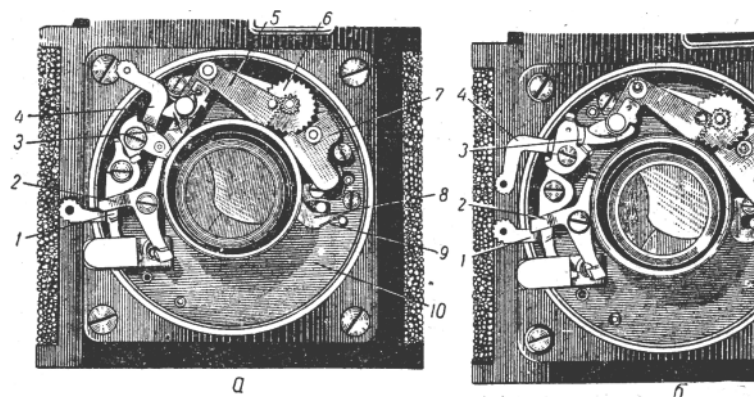
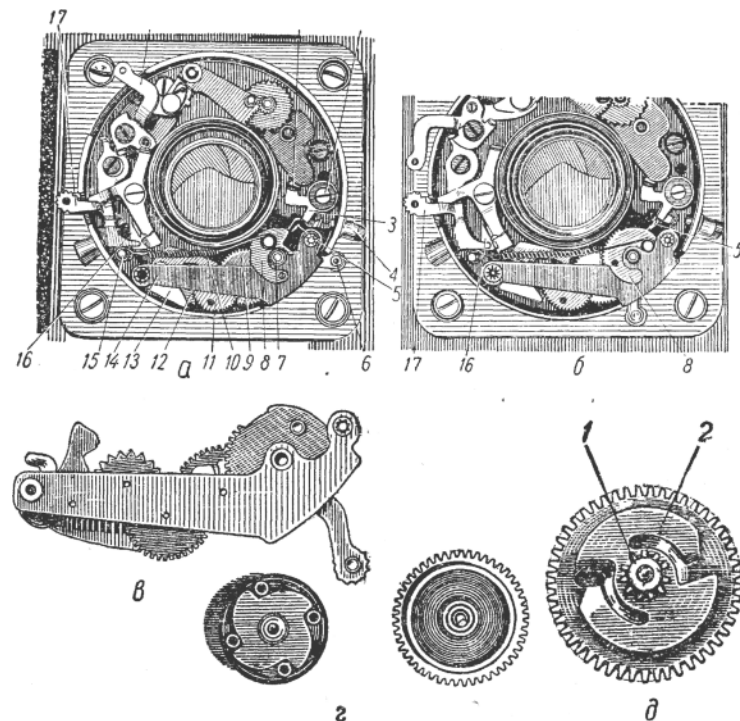

Рис. 75. Механизм затвора:
Рис. 80. Механизм затвора:
выдержек видны следующие детали затвора: спусковой рычаг / (рис. 75,а), рычаг выдержки «В» 2, заводной рычаг 4> приводной рычаг <?, механизм замедления. Все перечисленные детали смонтированы на основании 10. В отверстии основания видна часть кольца-кулисы 5, на которой укреплены лепестки затвора. Пружина 9 возвращает кольцо-кулису в исходное положение. На этом же рисунке показаны детали механизма замедления: сектор 5 и его палец, анкерное колесо 6 и анкер 7. Тормозной механизм укреплен двумя
На рис. 75,а механизм затвора изображен в незаведенном состоянии. Когда поворачивают рычаг 4 и заводят затвор, вместе с ним поворачивается приводной рычаг 3. В рычаге 3 сделана прорезь, которая захватывает высеченный усик кольца-кулисы 8 (в основании затвора 10 сделано продольное отверстие, где может перемещаться высеченный усик кольца-кулисы. На рис. 75,а он закрыт плечом сектора 5). В это же время крючок рычага 4 цепляется за отгиб рычага 1 и механизм приводится в положение «да взводе». На рис. 75,б показаны рычаги затвора в положении «на взводе».
дит в шлиц кольца-кулисы /. При небольшом повороте кольца-кулисы лепестки поворачиваются и открывают затвор. Чем скорее поворачиваются лепестки, тем короче выдержка затвора. Когда рычаг 3 (рис. 75) поворачивает кольцо-кулису и приводит ее в крайнее положение, лепестки полностью открываются, затем рычаг освобождает высеченный усик кольца-кулисы, которая под действием пружины 8 возвращается в исходное положение, и лепестки закрываются.
Выдержки затвора регулируются механизмом замедления и рычагом выдержки 2 (рис. 75,а), которые устанавливаются в нужное положение кольцом выдержек / (рис. 74).
Важной деталью механизма замедления является рычаг, установленный на секторе 5 (см. стрелку на рис. 75,а). Этот рычаг находится под действием пружины и может свободно поворачиваться только в одну сторону. Когда заводят рычаг 4, его отгиб попадает на рычаг сектора, который поворачивается и «пропускает» отгиб рычага 4; а сектор остается неподвижным. При срабатывании затвора отгиб рычага снова попадает на рычаг сектора, однако с другой стороны. В этом случае рычаг поворачивается вместе с сектором 5, который вращает анкерное колесо 6 и приводит в движение анкер 7, замедляющий движение сектора. При этом рычаг сектора задерживает движение рычагов 3 и 4, а-вместе с ними и кольца-кулисы с лепестками. Чем дольше поворачивается сектор, тем дольше открыты лепестки затвора. Следует обратить внимание на кольцо выдержек / (рис. 74). При установке необходимой выдержки кольцо 1 поворачивается и палец сектора (см. верхнюю стрелку) устанавливается на определенной ступеньке фигурного выреза кольца. Этим регулируется радиус поворота сектора, а следовательно, и время автоматических выдержек.
Выдержка «В» регулируется рычагом 2 (рис. 75,а). При срабатывании затвора поворачивается рычаг 4, его отгиб попадает на плечо рычага 2, и рычаг 4 останавливается. Это происходит в тот момент, когда лепестки полностью открыты. Когда рука освобождает спусковой рычаг У, он возвращается в исходное положение и поворачивает рычаг 2 (пружина рычага 1 сильнее пружины рычага 2). Рычаг 4 снова начинает двигаться и лепестки закрываются. Кольцо выдержек / (рис. 74) включает и выключает из работы рычаг 2. Нижняя стрелка на рис. 74 показывает отгиб рычага 2,
Неисправности затворами их устранение.,1. В ы д е р ж к а «В» не работает. Выдержка «В» не срабатывает из-за неправильной регулировки рычага 2 (рис. 75,а).
2. После нажима на рычаг спуска затвора затвор не срабатывает. Нужно проверить исправность механизма замедления. Часто из-за загрязнения и высыхания смазки плохо взаимодействуют шестерни механизма. Сектор 5 (рис. 75,а) не двигается, ограничивая тем самым движение рычага 4_у и затвор не срабатывает. Пинцетом или двумя пальцами нужно взять за палец сектора 5 и проверить, хорошо ли сектор поворачивается в обе стороны и как работает при этом анкер. При исправном механизме замедления сектор должен поворачиваться свободно, плавно и под действием пружины возвращаться в исходное положение.
4. Механизм затвора срабатывает, но лепестки не открываются. Эта неисправность вызывается тем, что рычаг 3 (рис. 75,а) при срабатывании затвора не захватывает высеченный усик кольца-кулисы 8.
5. После срабатывания затвора лепестки до конца не закрываются и между ними остается отверстие. Если кольцо-кулиса 8 (рис. 75,а) после срабатывания затвора не возвращается в исходное положение вместе с лепестками затвора, нужно проверить состояние пружины 9, которая должна возвращать ее. На рис. 75,а показано правильное положение пружины 9. Если она не возвращает кольцо-кулису в исходное положение, значит пружина слаба и ее нужно усилить, сделав больший изгиб.
6. При неоднократном повторении одной какой-либо выдержки получаются негативы разной плотности. Это происходит в том случае, когда сектор 5 (рис. 75,а) после срабатывания затвора не возвращается в исходное положение, поэтому при очередном срабатывании затвора выдержка получается меньше. Может также случиться, что пружина
Механизм замедления автоспуска (рис. 80) состоит из сектора 8 с рукояткой 6, шестерни с тормозным устройством 9, шестерни с трибом 11, анкерного колеса 12, анкера 13. Все указанные детали скреплены двумя платами 14. Механизм замедления устанавливается на оси 7, укрепленной на основании затвора.
Следует обратить внимание на конфигурацию сектора 8. Часть сектора, находящаяся против высеченного усика 5, вырезана. Усик 5 находится на кольце-кулисе 8 (рис. 75) и при срабатывании затвора передвигается вместе с ней. При работе без автоспуска, когда механизм его не заведен (см. рис. 80,а), кольцо-кулиса свободно передвигается,
так как усик 5 попадает в вырез сектора 8. Но при заведенном механизме автоспуска (см. положение на рис. 80,б) усик 5 опирается на кривую сектора 8 и не позволяет кольцу-кулисе поворачиваться. Следовательно, затвор сработать не может.
Когда нажимают на спусковой рычаг 17 (рис. 80,б) и производят спуск затвора, отгиб рычага нажимает на крючок 16, который освобождает механизм замедления, и последний начинает работать. Механизм замедления работает 8—10 сек.
Разборка механизма. Чтобы извлечь механизм автоспуска из затвора, снимают кольцевой зацеп пружины 10 (рис. 80,в) с пальца 15, а затем, нажимая левой рукой на спусковой рычаг затвора, правой снимают механизм, поворачивая его на оси 7 в обе стороны.
Механизм автоспуска не срабатывает и по другой причине. В результате применения некачественного штекера лампы-вспышки внутренний изолированный контакт штекерного гнезда 4 (рис. 80,а) проваливается внутрь затвора
2. После завода механизма автоспуска заводная рукоятка произвольно возвращается в исходное положение. Этот дефект вызывается неисправностью тормозного устройства механизма замедления. Когда заводят автоспуск, сектор 8 (рис. 80,а) свободно поворачивается, а шестерни механизма остаются неподвижными. При работе механизма он поворачивается в обратную сторону и шестерни начинают вращаться. Когда поворачивают рукоятку 6 сектора 8, заводится пружина 10 и тормозное устройство удерживает механизм автоспуска в положении «на взводе».
Тормозное устройство находится в барабане, имеющемся на шестерне 9, и состоит из диска с вырезами (рис. 80,г) и роликов, установленных в этих вырезах. Если ролики загрязняются или на них попадает масло, они перестают выполнять свои функции и после завода механизма рукоятка 6 и сектор 8 произвольно возвращаются в исходное положение. Для устранения неисправности механизм следует разобрать и почистить в бензине, а после чистки смазать только оси шестерен и анкера.
Вместо барабана с диском и роликами на шестерне 9 сделан ряд радиальных отверстий (см. рис. 80,5), а к трибу (он находится над шестерней) прикреплена пружина с двумя изогнутыми концами, которые при заводе механизма вращаются против часовой стрелки и свободно скользят по поверхности шестерни. В обратную сторону они свободно передвигаться не могут, так как попадают в радиальные отверстия шестерни и приводят в действие механизм замедления. Такое тормозное устройство работает значительно надежнее.
3. Во время работы механизма автоспуска лепестки затвора немного открываются и в камеру проникает свет. Это происходит из-за деформации высеченного усика 5 (рис. 80,б), который во время работы механизма автоспус-
Штепсельное гнездо 4 (рис. 80) находится на корпусе затвора, контактный механизм расположен внутри него. Он состоит из фигурной ламели 3, установленной на оси и укрепленной винтом 2. На оси под ламелью расположена пружина, один конец которой упирается в корпус затвора, а другой — в плечо ламели. На кольцо-кулисе установлен винт /.